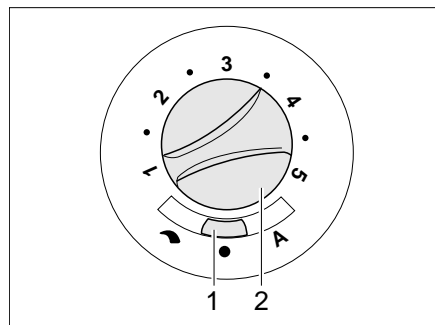

Bild 111 Bedienschalter für Umluftgebläse (12 V)
- Den Schiebeschalter (Bild 111,1) auf "↶" (Handregelung) oder "A" (Automatikbetrieb) stellen.
- Wenn am Schiebeschalter (Bild 111,1) "↶" (Handregelung) eingestellt ist: Mit dem Drehknopf (Bild 111,2) die gewünschte Leistung des Umluftgebläses einstellen.
- Den Schiebeschalter (Bild 111,1) auf "●" (Aus) stellen. Bei Heizbetrieb ist diese Schalterstellung außer Funktion.